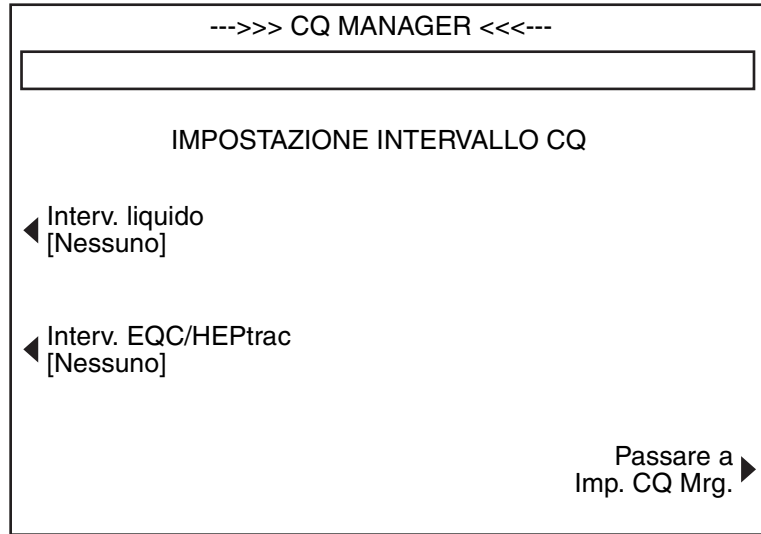

Figura 3-21. Schermata Impostazione intervallo CQ
10. **Impostazione intervallo CQ** - Quando viene premuto il tasto funzione **[Impostazione intervallo CQ]** nella schermata IMPOSTAZIONE CQ MANAGER, viene visualizzata la schermata IMPOSTAZIONE INTERVALLO CQ riportata nella Figura 3-21. Gli intervalli CQ liquido e elettronico possono essere impostati in questa schermata.